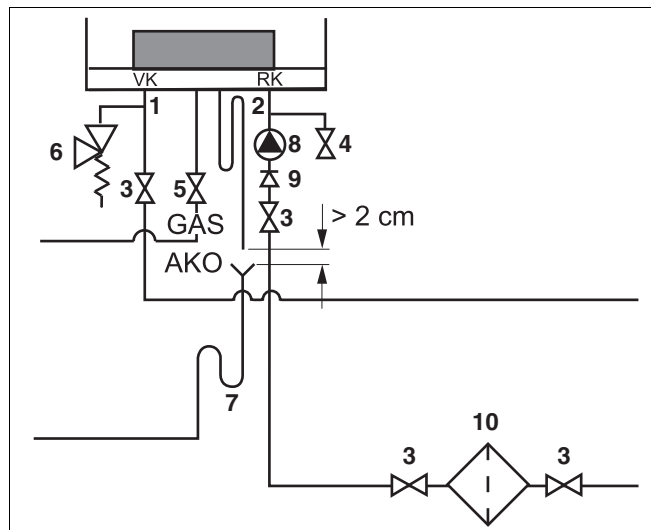

Bild 16 Ansluta
- Montera en 4-bar-säkerhetsventil (bild 16, pos. 6) med en minimiöppning på 1" i framledningen. Säkerställ att säkerhetsventilen alltid är ansluten mellan värmepannan och underhållskranen. På så sätt står värmepannan alltid i förbindelse med säkerhetsventilen även om underhållskranarna är stängda.
- Montera pumpen (bild 16, pos. 8) i returledningen (bild 16, pos. 2).